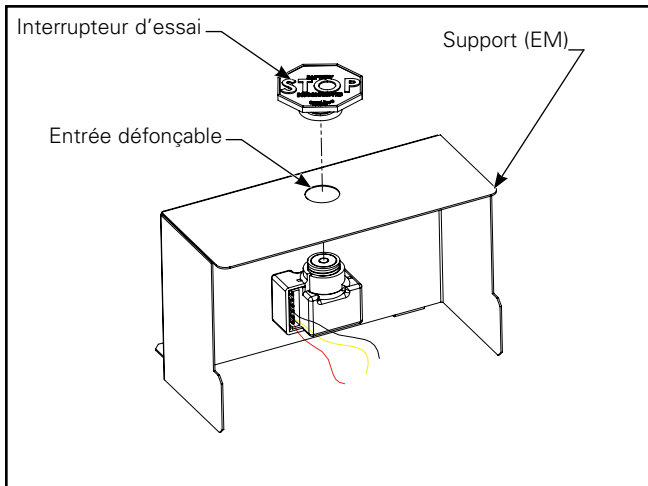

Figure 12.
2. POUR EM SEULEMENT – Retirez l'entrée défonçable au centre du support et installez l'interrupteur d'essai du EM dans le trou en vous assurant que le connecteur est accessible (Figure 12).